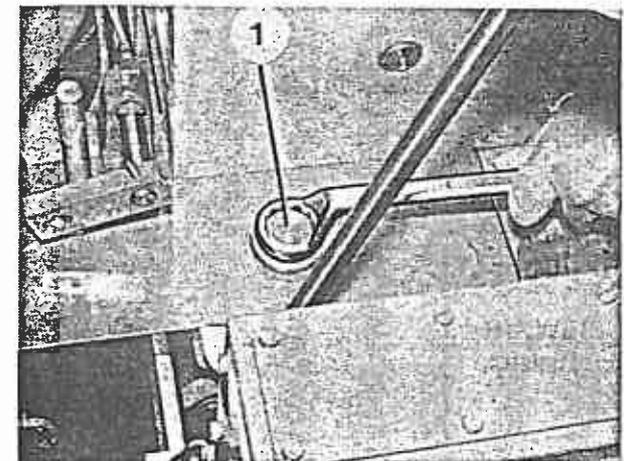

Bild 60
3. Öleinfüllschraube (Bild 60/1) herausschrauben und 20 Liter Spülöl in die Maschine einfüllen (Schmierstoff siehe Abschnitt 1.2).
7. Dichtring der Einfüllschraube prüfen, ggf. neuen verwenden und Einfüllschraube (Bild 60/1) wieder einschrauben.